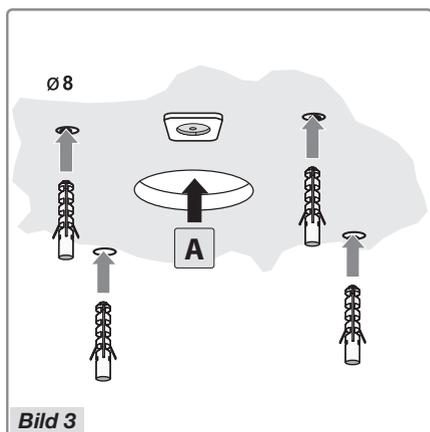

Bild 3
- Forma luftutsläppets öppning **A** (Bild 3).